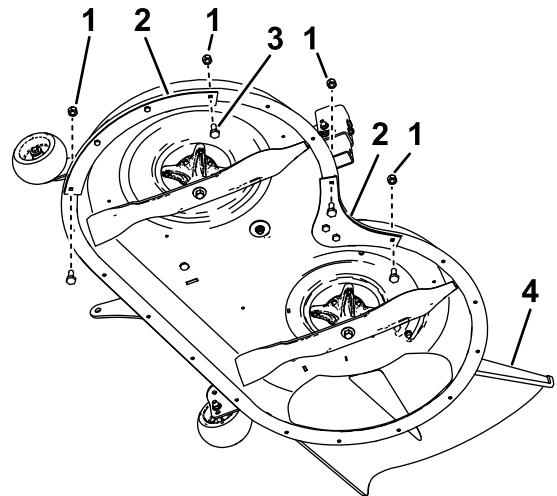

Figura 1
2. Retire los pernos y las tuercas existentes de los extremos de los deflectores existentes, como se muestra en la Figura 1.